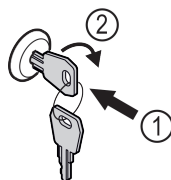

Fig. 240
► Zatlačte kľúč. Fig. 240 (1)
► Otočte kľúč o 90° v smere hodinových ručičiek. Fig. 240 (2)